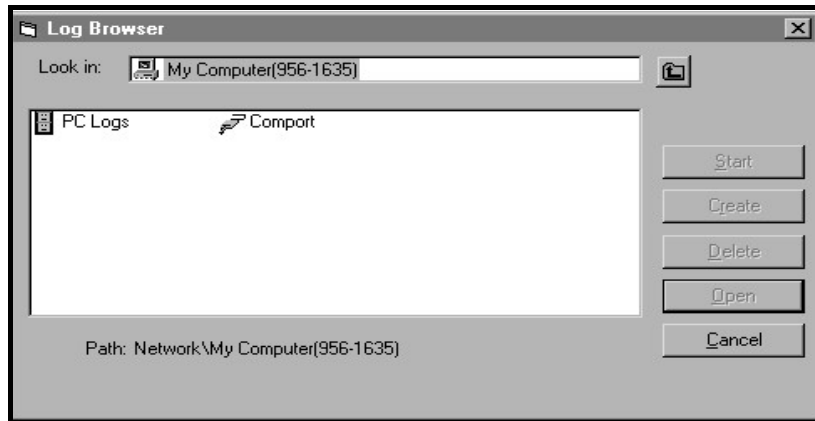

Figura 15: Selección del tipo de registro
- Haga doble clic en el *nombre del ordenador* para avanzar al cuadro de diálogo que se muestra en la Figura 15.